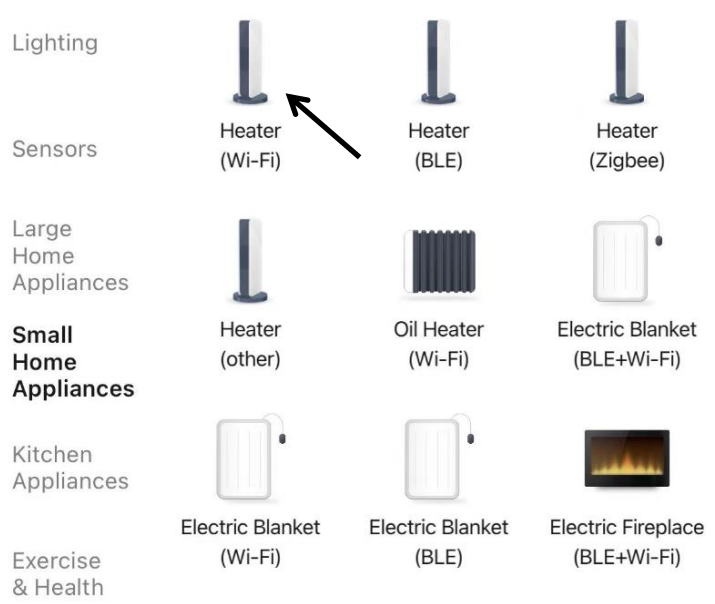

Abb. 2
3. Suchen Sie nach „Small Home Appliances“ und tippen Sie auf das Symbol „Heater (Wi-Fi)“. (Abb. 2) Sie werden aufgefordert, das 2,4-GHz-Wi-Fi-Netzwerk zu verwenden und das Passwort einzugeben. (Abb.3) Tippen Sie auf "Next", um zu Abb.4 zu gelangen.